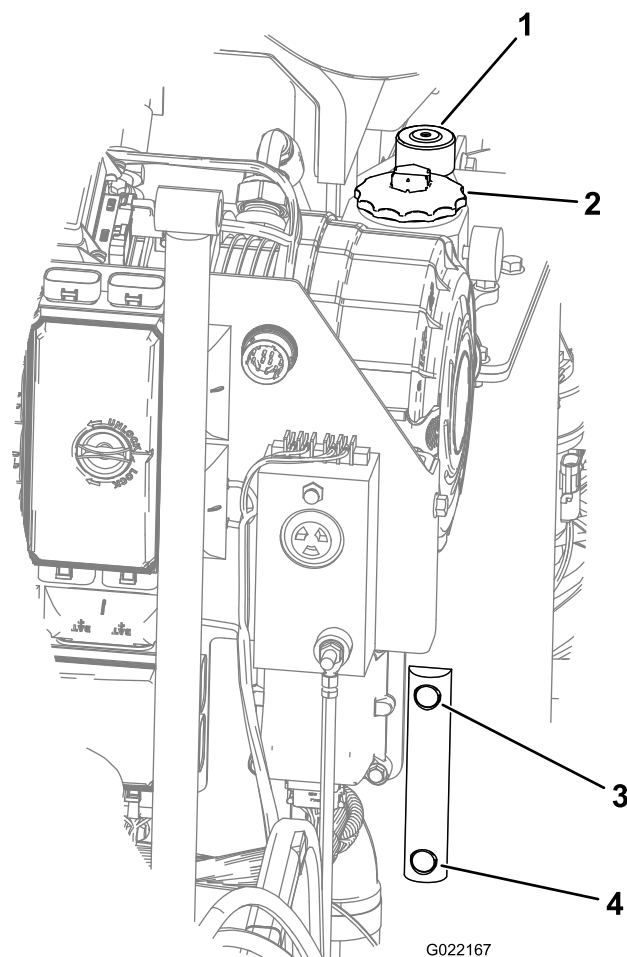

Рисунок 108
4. Посмотрите на визуальный указатель в баке гидравлической жидкости и проверьте ее уровень (Рисунок 108).
5. Если уровень низкий, откройте крышку гидравлического бака, добавьте небольшое количество масла и подождите в течение 2 минут, пока уровень масла в визуальном указателе не стабилизируется (Рисунок 108).
6. Продолжайте добавлять рабочую жидкость указанного типа небольшими объемами, пока ее уровень не достигнет отметки «Full» («Полный») визуального указателя (Рисунок 108).